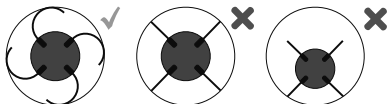

Rysunek 1 - Nasadka z papierem ściernym RIDGID® FlexShaft
Nasadki z papierem ściernym RIDGID® FlexShaft są przeznaczone do stosowania z maszynami RIDGID FlexShaft do końcowego czyszczenia ścian rur (np. przed nałożeniem powłoki) lub końcowego przywrócenia stanu pierwotnego / czyszczenia boków po nałożeniu powłoki (Rysunek 1).
- Wykręcić dwie śruby mocujące przednią osłonę i zdjąć ją (patrz rys. 1.)